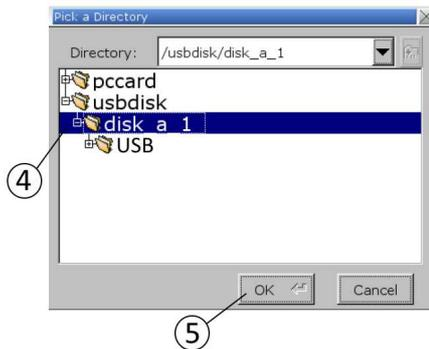

Рисунок 17
- После подтверждения на экране появится содержимое флэшки; выберите папку "disk_a_1" из. 4 Рис. 17 (с изображением на синем фоне, как на рисунке. Не выбирайте папку USB). Нажмите кнопку "OK" из. 5 для подтверждения.